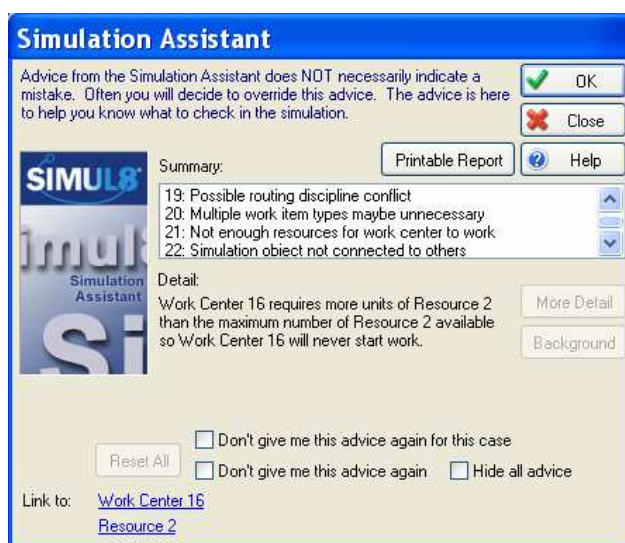

Figura 2: Exemplo de possíveis erros no modelo mostrado pelo assistente de simulação.
- *Assistente de simulação.* Um assistente de simulação, baseado em técnica de inteligência artificial, informa automaticamente quais podem ser os problemas oriundos de um determinado modelo. Isso é especialmente interessante para iniciantes em simulação, que necessitam de um maior auxílio durante a construção de um modelo. A figura 2 ilustra um exemplo do assistente de simulação em funcionamento;